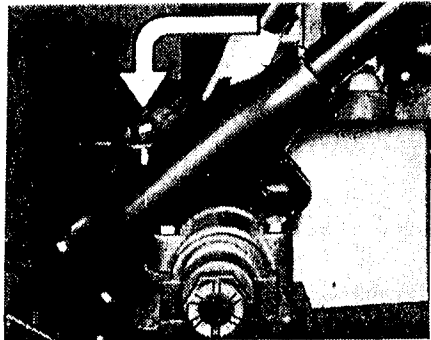

Abb. 60
36. Das Öl im **Lenkungsgehäuse** muß rechtzeitig ergänzt werden. Hierzu ist alle 2000 km der Ölstand zu kontrollieren. Getriebeöl der Qualität nach SAE 90 verwenden (Abb. 60).